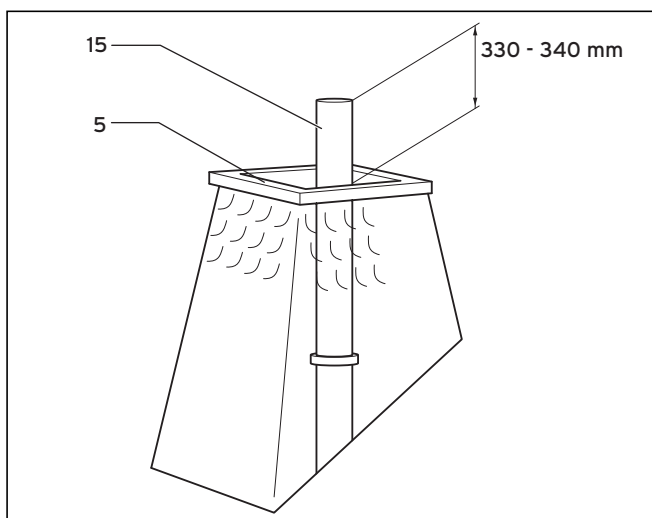

Рис. 6.43 Укорачивание трубы из нержавеющей стали
- Укоротите трубу из нержавеющей стали (15) согласно рис. 6.43.
- Вставьте трубу из нержавеющей стали (15) в соединительную деталь (3).